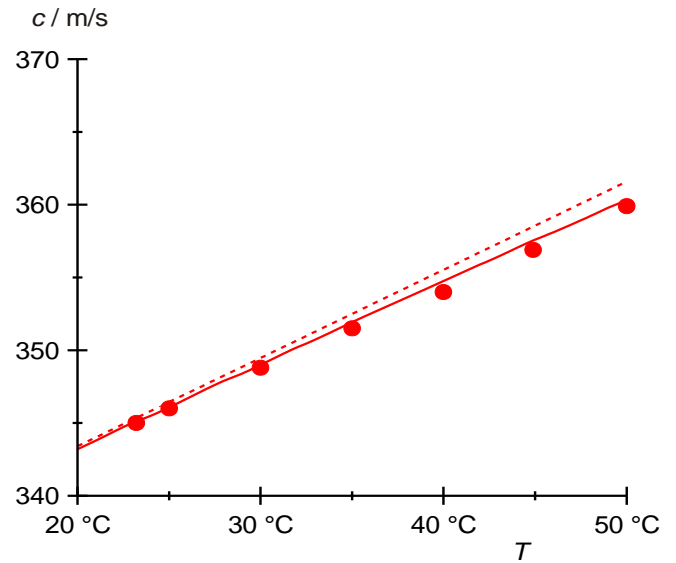

Fig. 4: Vitesse du son c dans l'air en fonction de la température T .
- Représenter dans un diagramme les durées du son c par rapport aux températures T (Fig. 4).
selon les équations (3) et (5), puis inscrire les valeurs dans le diagramme $c(T)$ (Fig. 4).